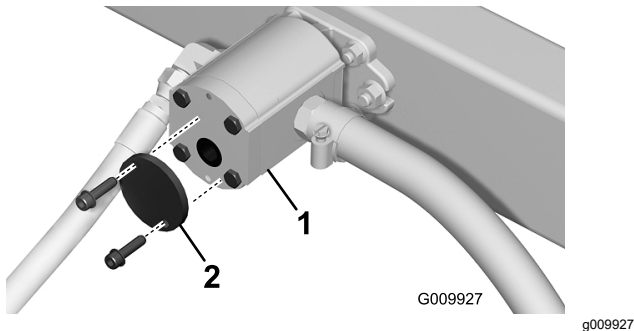

Figure 4
1. Nettoyez soigneusement la surface autour du bouchon d'extrémité de la pompe hydraulique pour éviter que des saletés ne pénètrent dans la pompe (Figure 4).
2. Enlevez les 2 boulons qui fixent le bouchon d'extrémité à la pompe hydraulique et déposez le bouchon (Figure 4).